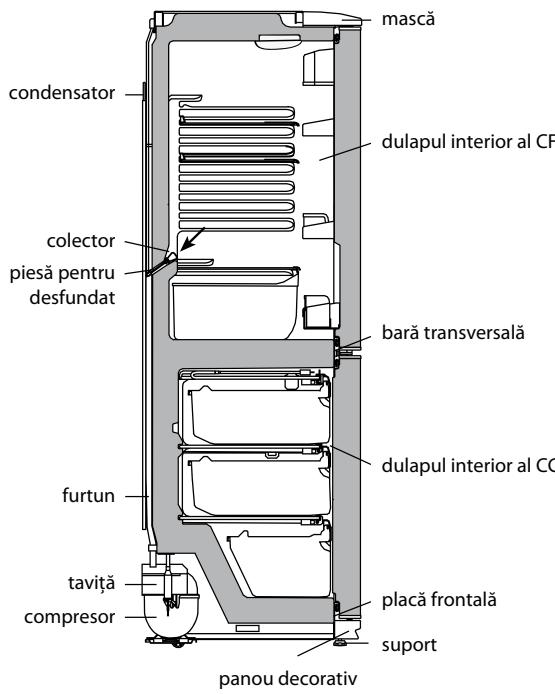

Figura 4 – Schema scurgerii apei rezultate în urma topirii din CF
2.2.1 În CF se folosește un sistem automat de dezghețare. Bruma, care apare pe peretele din spate al CF, după deconectarea compresorului care lucrează în ciclu, se topește și se transformă în picături de apă. Picăturile de apă rezultată în urma topirii se scurg în colector, apoi prin gaura acestuia și prin furtun – în taviță de pe compresor, în conformitate cu figura 4 și se evaporă. Gaura colectorului este dotată cu o piesă pentru prevenirea înfundării sistemului de drenaj.
Prezența apei în colector indică înfundarea sistemului de drenaj. Pentru eliminarea înfundării folosiți piesa corespunzătoare și curățați gaura colectorului, astfel ca apa să se scurgă liber în taviță, apoi spălați piesa și instalați-o în conformitate cu figura 4.
Apa care a apărut pe fundul CF sau care a ajuns în locul de alăturare a barei transversale și a dulapului interior al CF, în conformitate cu figura 4, poate provoca coroziunea dulapului exterior al frigiderului și elementelor agregatului frigorific, defectarea izolației termice, formarea crăpăturilor dulapului interior și defecțiunea frigiderului.
SE INTERZICE să decongeleți congelatorul fără utilizarea elementului pentru drenare. Apa rezultată în urma topirii care se scurge din cameră afară de elementul pentru drenare, pătrunzând în locul de alăturare a plăcii frontale la dulapul interior în conformitate cu figura 4, poate